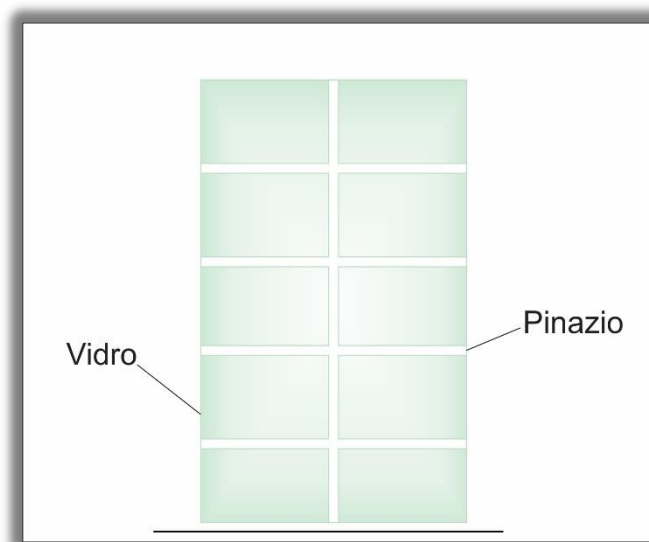

Figura 5 - Vidro com Pinazio
- Na figura 5, podemos verificar como fica um vidro insulado com a aplicação do Pinazio.